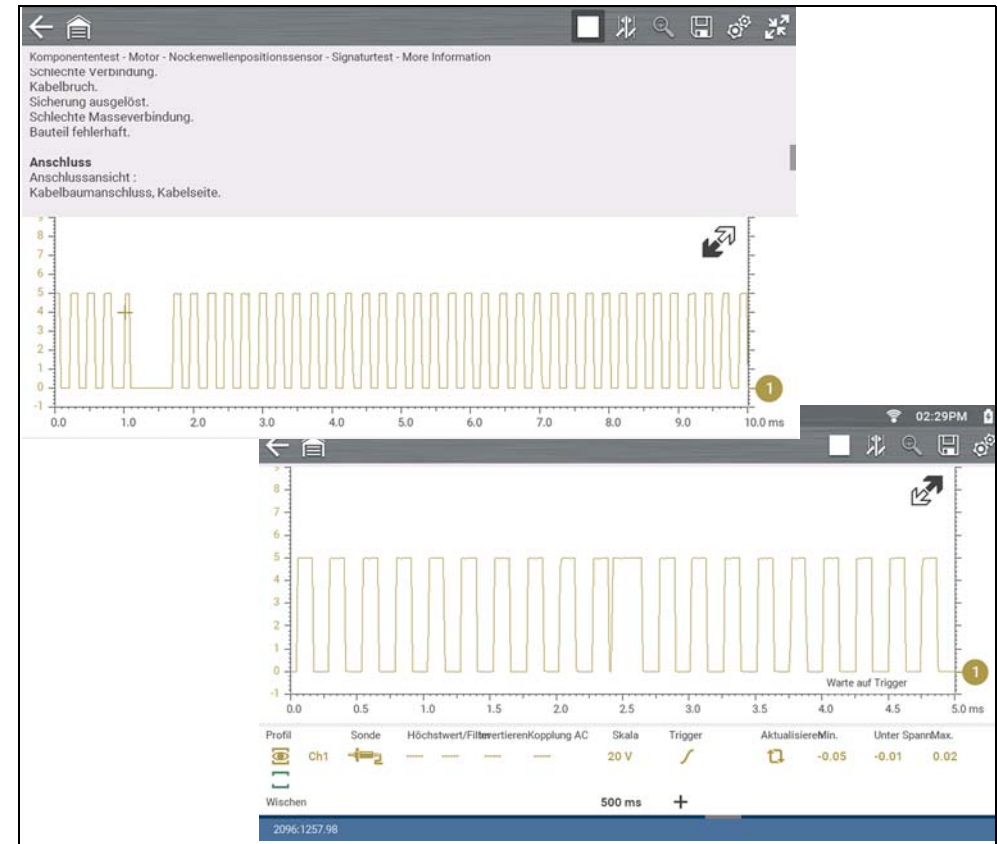

Abbildung 9-9
- Über das Symbol für **Maximieren/Minimieren** können Sie die Anzeige zwischen geteilter und voller Bildschirmansicht umschalten und die Bedieneinheit anzeigen (*Abbildung 9-9*).